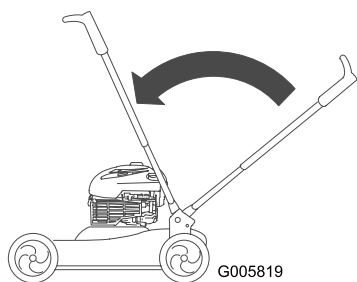

Figura 46
3. Sollevare la stegola in posizione verticale (Figura 46).